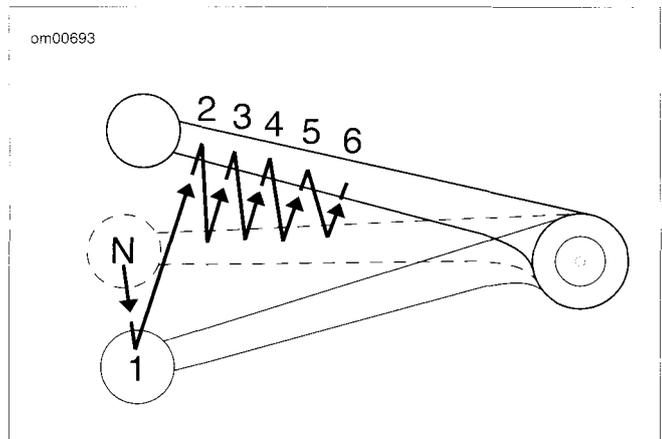

Figure 19. Modèle de passage aux vitesses supérieures : six vitesses
- Voir la Figure 19. Relever à fond le levier de sélection de vitesse et relâcher.